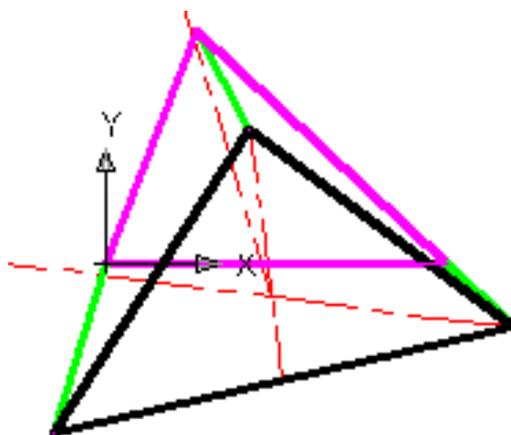

Рис.16.8.
8. С помощью команды **VPOINT** $\leftarrow 0,0,1 \leftarrow$ можно получить вид на натуральную форму сечения (сиреневый треугольник на Рис. 16.8.).